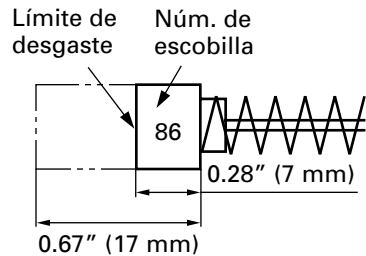

Fig. 8
4. Inspeccionar los carbones de contacto (Fig. 8)
NOTA: Utilice las escobillas HITACHI Núm. 86 indicadas en la Fig. 8.